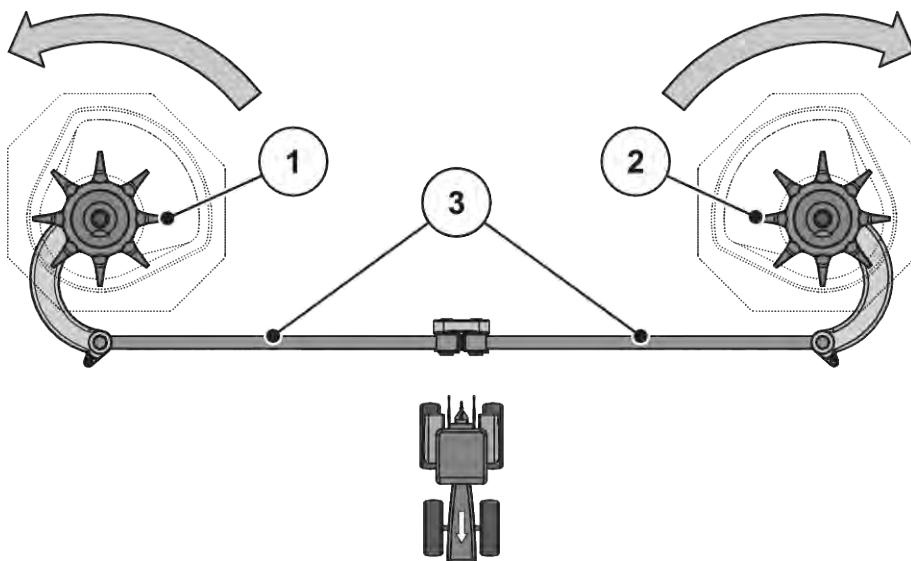

Рис. 53: Перевірка привода мішалки
- Прокрутіть змішувальну головку рукою **в напрямку руху розкиdalьного диска.** Див.. *Рис. 53 Перевірка привода мішалки.*
- Із силою прокрутіть змішувальну головку рукою або за допомогою ремінного ключа для масляного фільтра **проти напрямку руху розкиdalьного диска.** Див. *Рис. 53 Перевірка привода мішалки*